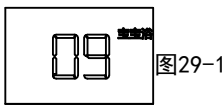

图29-1
1. 宝宝浴模式：在待机状态下（即不开水状态下），可按“@”功能键切换到宝宝浴模式（如图29-1），同时双位数码管闪烁5秒，用户可以在此5秒内通过按“调大”或“调小”按键设置注水量，注水量